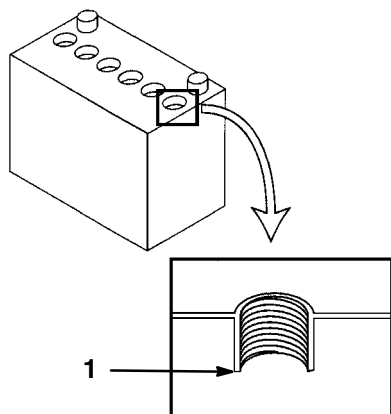

Abbildung 55
4. Die Zellenabdeckungen öffnen, um in die Zellen zu sehen. Die Füllsäure muss bis zum unteren Teil der Röhre reichen (Abb. 55). Der Füllsäurestand darf nicht unter die Platten fallen.
2. Die Deckel abnehmen (Abb. 55).
3. Langsam destilliertes Wasser in jede Batteriezelle gießen, bis die Flüssigkeit bis zum unteren Teil der Röhre reicht (Abb. 55).